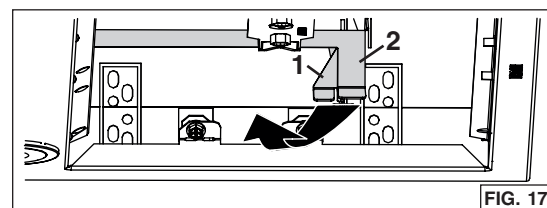

FIG. 17
NOTA: En el caso de que, por cualquier motivo, se debe retirar el aparato del gabinete, es posible desbloquear los ganchos Ease of Install. Para hacerlo: mantener la campana y empujar en uno de los lados, levantar simultáneamente ambos palancas de los ganchos Ease of Install (❶ y ❷, en gris en la FIG. 17) del otro lado de la campana hasta que los ganchos estén retraídos.